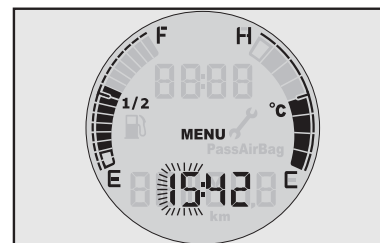

fig. 50
- Pressionar **MODE** para permitir o ajuste (a hora ou os minutos lampejam fig. 50);